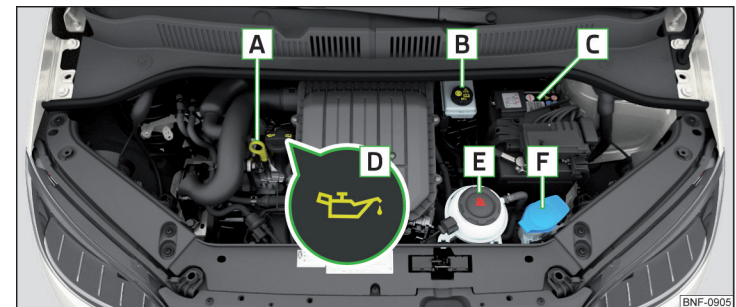

Abb. 139 Anordnungsbeispiel im Motorraum
- › Den Deckel der Motoröleinfüllöffnung **D** abschrauben » Abb. 139 auf Seite 121.